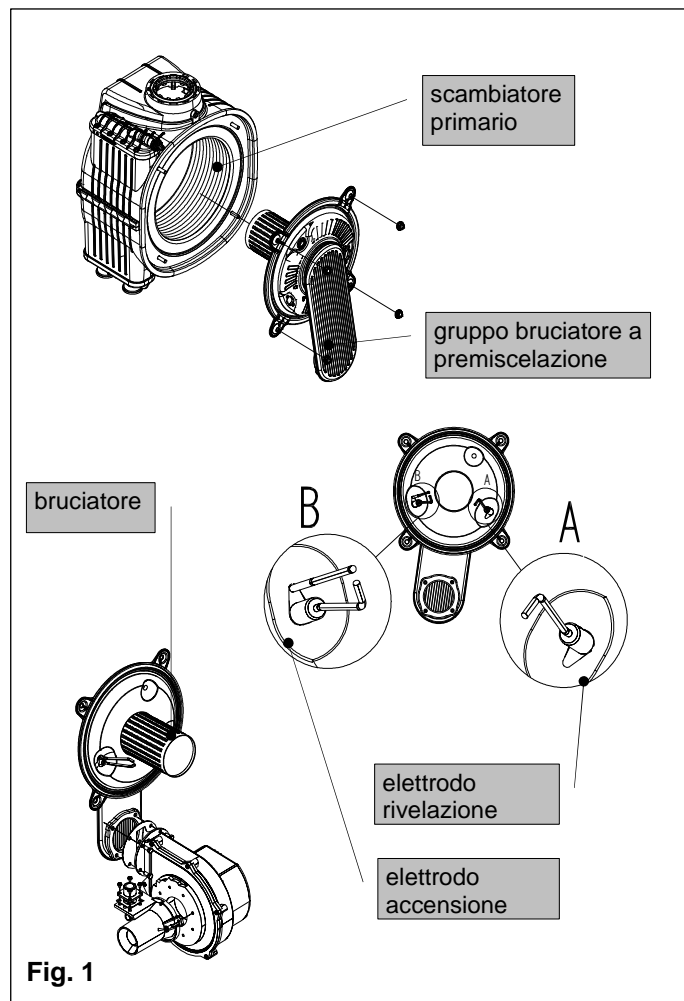

Fig. 1
- afferrare il pannello frontale nella parte inferiore e, tirandolo verso se (fig. 1), estrarlo con movimento verso l'alto (fig. 2);
- Rimuovere il pannello frontale (vedi fig. 1 e 2);
- ruotare il rubinetto di scarico dell'impianto (fig. 1);
### Pulizia del modulo condensazione e gruppo combustione (fig. 1)
**Pulizia scambiatore sanitario (fig. 1)**
**Termostato sicurezza** (fig. 1)
**Sonda di riscaldamento** (fig. 1)
**Elettroventilatore (fig. 1)**
**Circolatore** (corpo motore) (fig. 1)
**Scambiatore primario (fig. 1)**